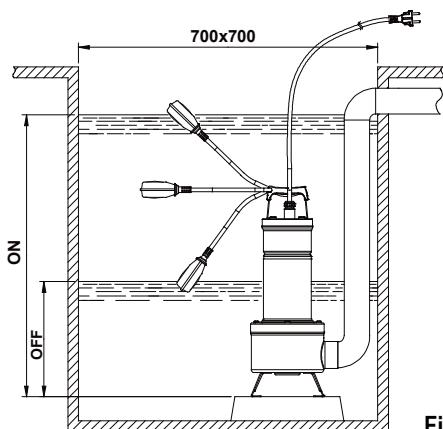
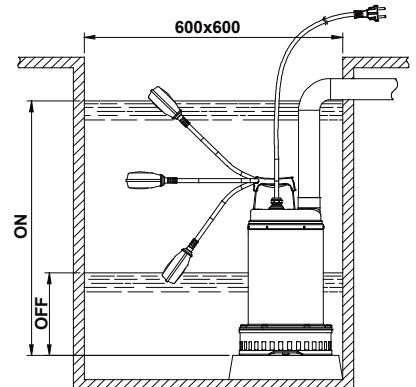

Fig.1
Fig.3
- 4.1 Si el fondo del pozo donde la bomba deberá trabajar estuviera muy sucio, es conveniente instalar un soporte para apoyar la bomba y evitar así que se obstruya (Fig.1, Fig.3).
- 4.4** Para la versión provista de interruptor de flotador, comprobar que éste pueda moverse libremente (VÉASE EL PÁRRAFO DE REGULACIÓN DEL INTERRUPTOR DE FLOTADOR). Prever pozos de instalación con dimensiones mínimas como en la Fig.1. Se deberá siempre dimensionar el pozo incluso en relación a la cantidad de agua que llega y al caudal de la bomba, con el propósito de no someter el motor a excesivos arranques.
2. Para la versión provista de interruptor de flotador, comprobar que éste pueda moverse libremente (VÉASE EL PÁRRAFO DE REGULACIÓN DEL INTERRUPTOR DE FLOTADOR). Prever pozos de instalación con dimensiones mínimas como en la Fig.3. Se deberá siempre dimensionar el pozo incluso en relación a la cantidad de agua que llega y al caudal de la bomba, con el propósito de no someter el motor a excesivos arranques.